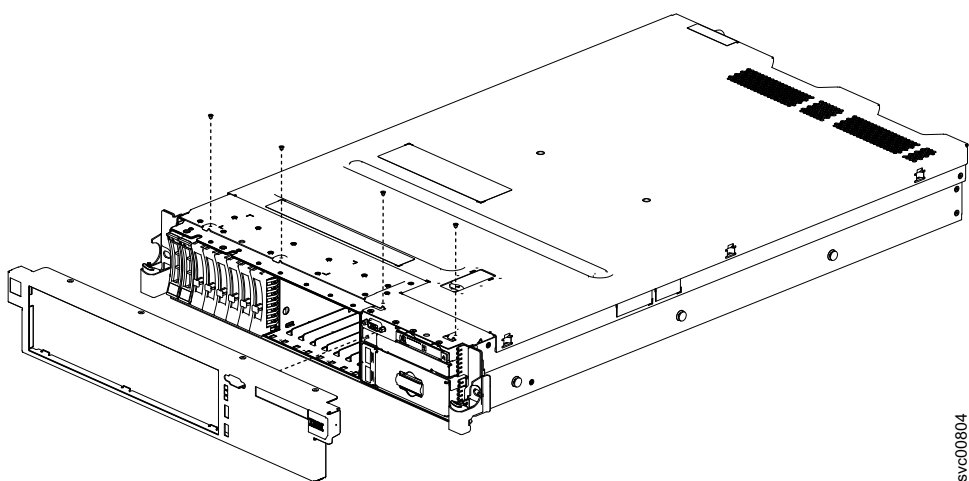

図 92. SAN ボリューム・コントローラー 2145-DH8 のベゼルの交換
2. 図 92 に示すように、ベゼル下部のタブをシャーシの下側のスロットに挿入し、ねじで取り付けます。